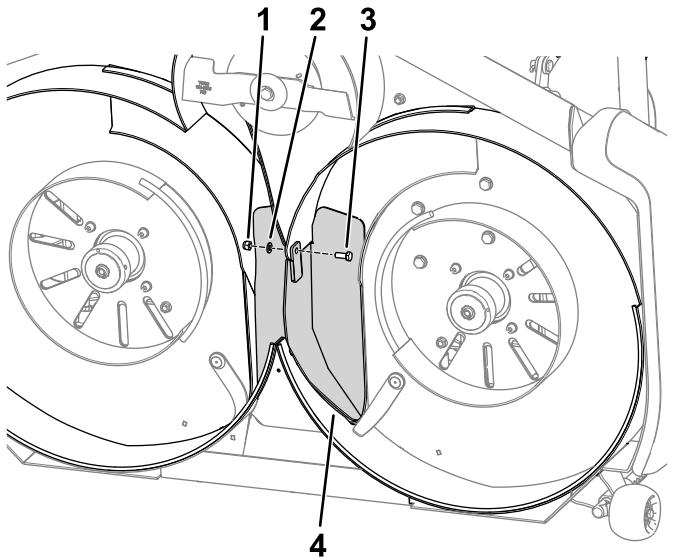

図1
- ボルト、ワッシャ、ナットを使用して、排出シート用の開口部に排出シートプラグを取り付ける図1。